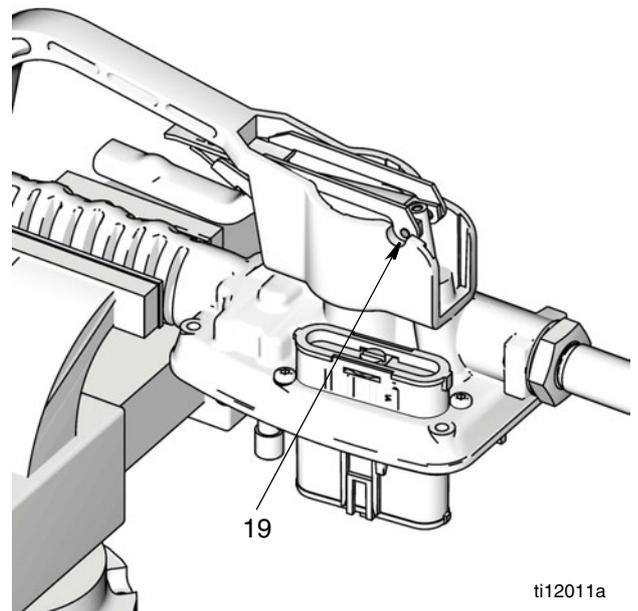

FIG. 28
- d. Inserte el conjunto de la varilla de disparo en la abertura de la carcasa del medidor. Utilice una varilla o espiga que no sea metálica para empujar la varilla hacia abajo y fuera de la base de la carcasa del medidor (FIG. 28), lo suficiente para llegar a la clavija (19) que asegura la varilla de disparo al conjunto del disparador.